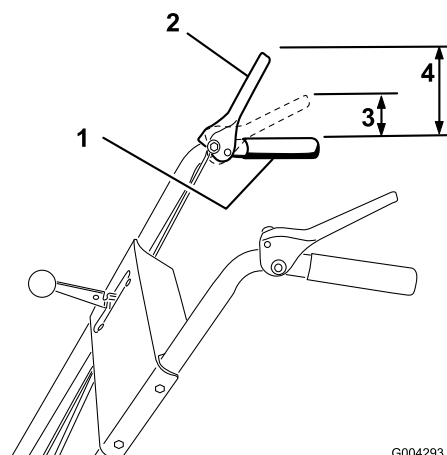

Рисунок 9
3. Проверьте расстояние между верхом ручки для захвата и нижней частью рычага управления приводом шнека/крыльчатки (Рисунок 9).
Примечание: Усилие, необходимое для прижатия рычага, значительно возрастает, когда вы выбираете провисание ремня привода шнека/крыльчатки (что соответствует примерно 1/2 хода рычага). Регулировка считается правильной, когда усилие начинает возрастать при расстоянии между верхом ручки для захвата и нижней частью рычага управления приводом шнека/крыльчатки, находящимся в пределах от 2,5 до 5 см, как показано на рисунке Рисунок 9.